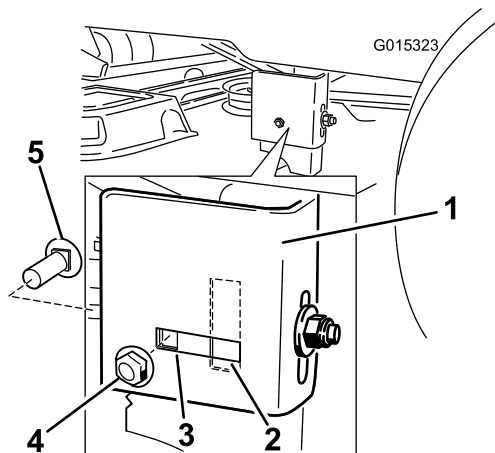

Figure 62
8. Vérifiez si le boulon de carrosserie latéral est dans la position fixe ou dans l'ouverture allongée (Figure 62).
Remarque: S'il est dans la position fixe, retirez-le ainsi que l'écrou de blocage latéral de la position fixe et placez-le dans l'ouverture allongée (Figure 62).